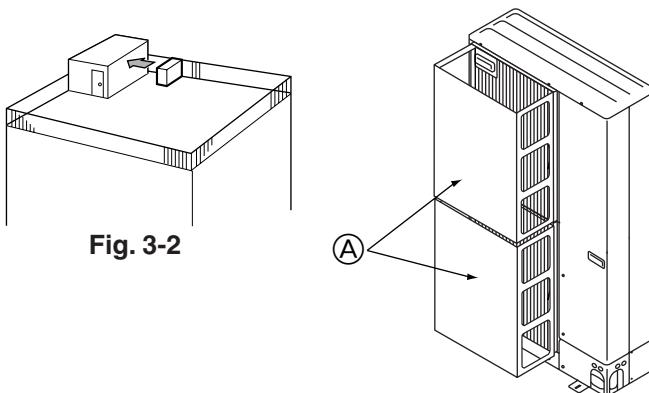

Fig. 3-3
- Montera en luftledare (tillval) om enheten installereras på en plats där starka vindar, t.ex. vid en storm, direkt kan tränga in i luftutblåsetet. (Fig. 3-3)